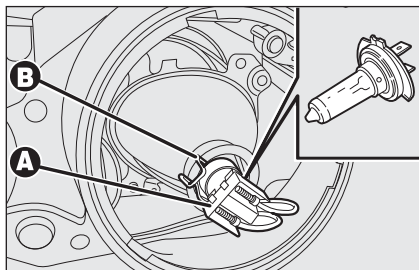

fig. 29
- débrancher le connecteur électrique **A-fig. 29**;
- remonter la nouvelle ampoule puis raccrocher le ressort de retenue de l'ampoule **B-fig. 29**;